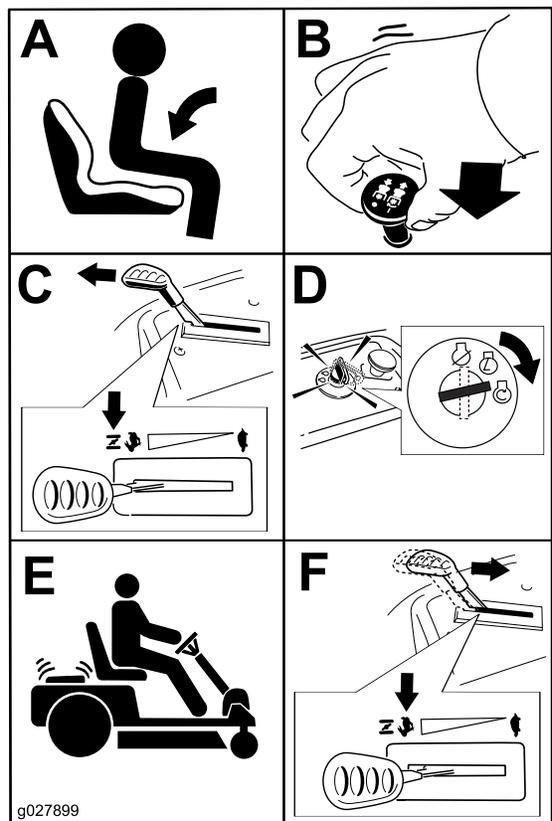

Figura 17
Nota: Puede ser necesario sujetar la palanca contra el tope, en la posición Estárter, mientras intenta arrancar el motor (Figura 17).
1. Desengrane las cuchillas moviendo el mando de control de las cuchillas a la posición de DESENGRANADO (Figura 17).